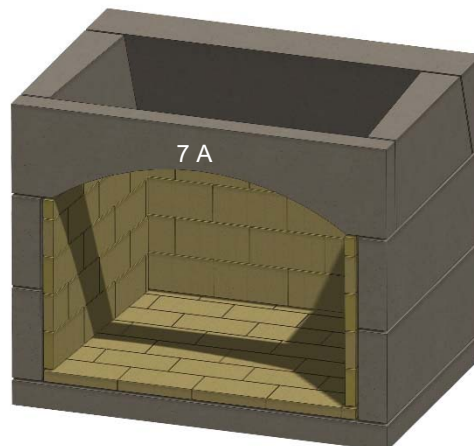

Figura 18. Dintel frontal
K. Instale la pieza del dintel frontal, (7A, para el dintel arqueado, como se muestra) o (7S, para los kits de dintel recto). Véase la figura 18.